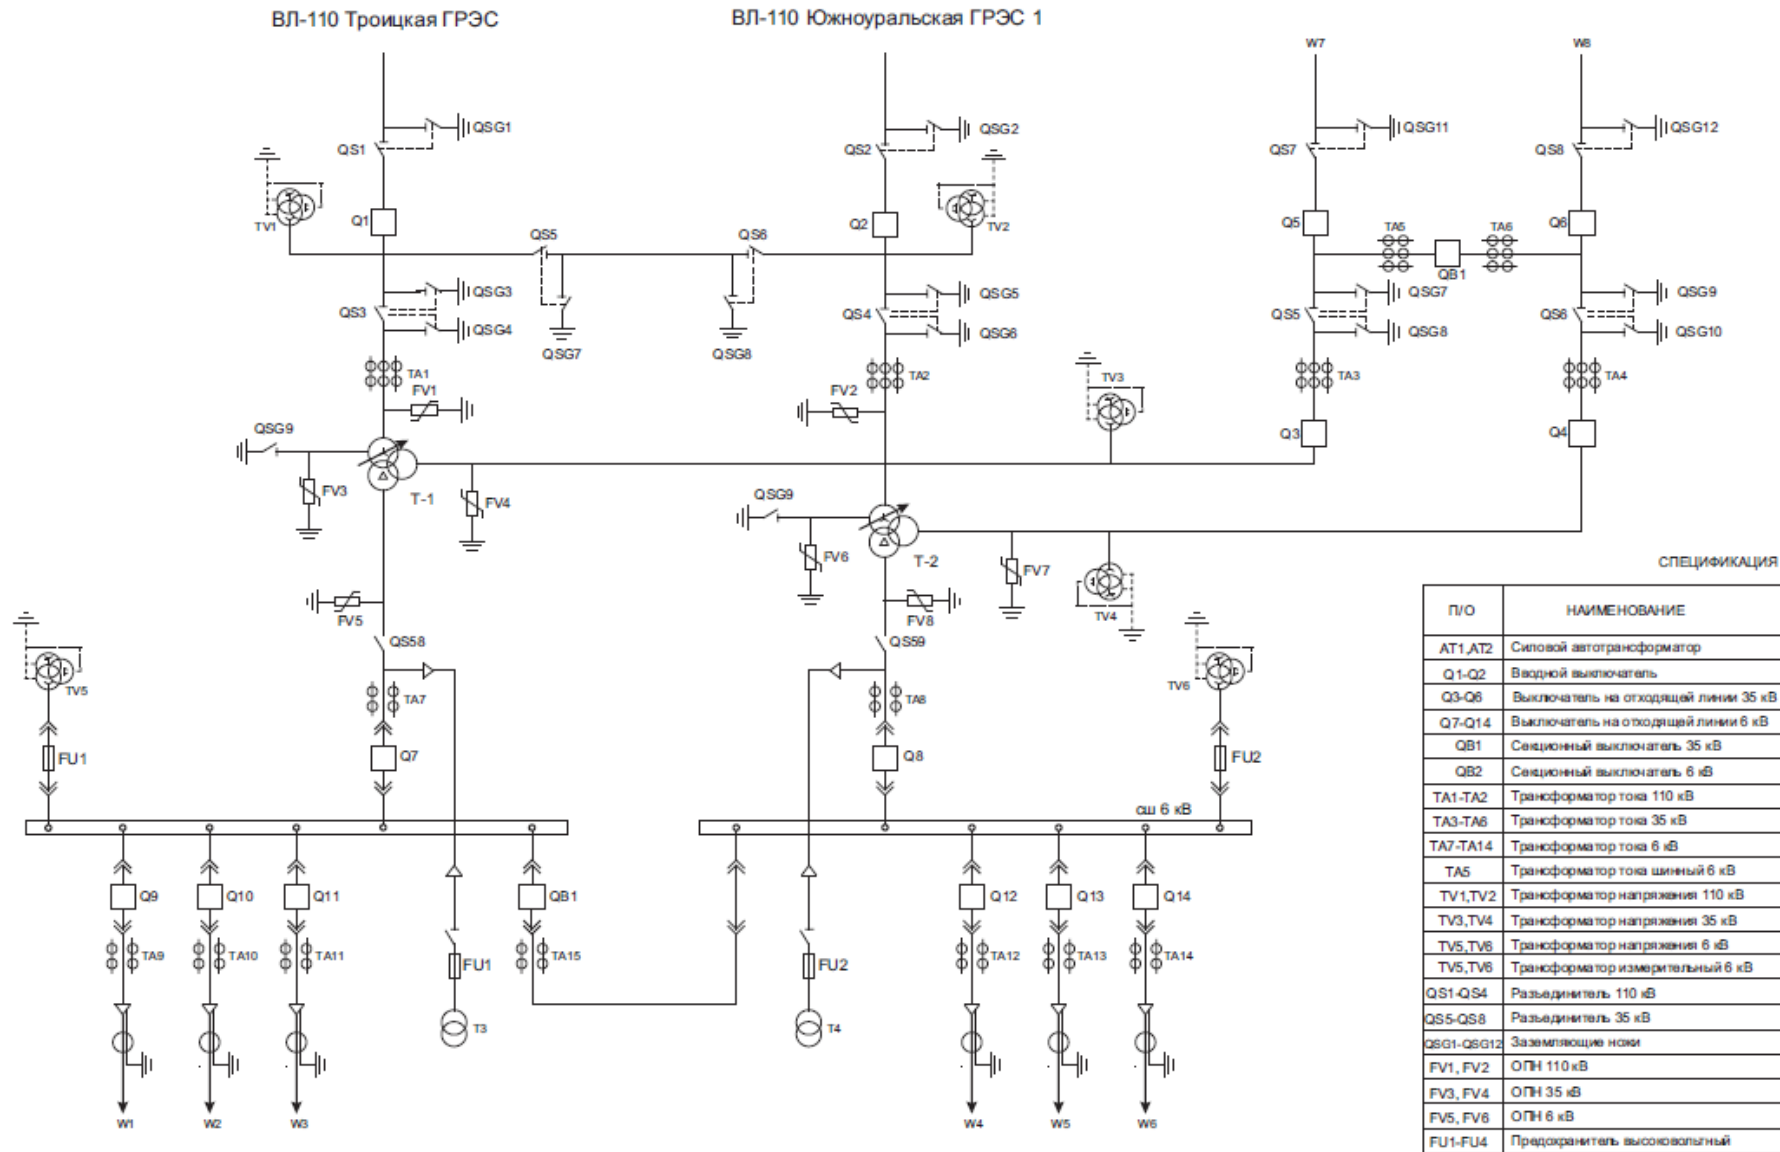

Рисунок 1 – Схема ПС «Южноуральская»
1. Схема электрическая принципиальная подстанции Южноуральская (рисунок 1).